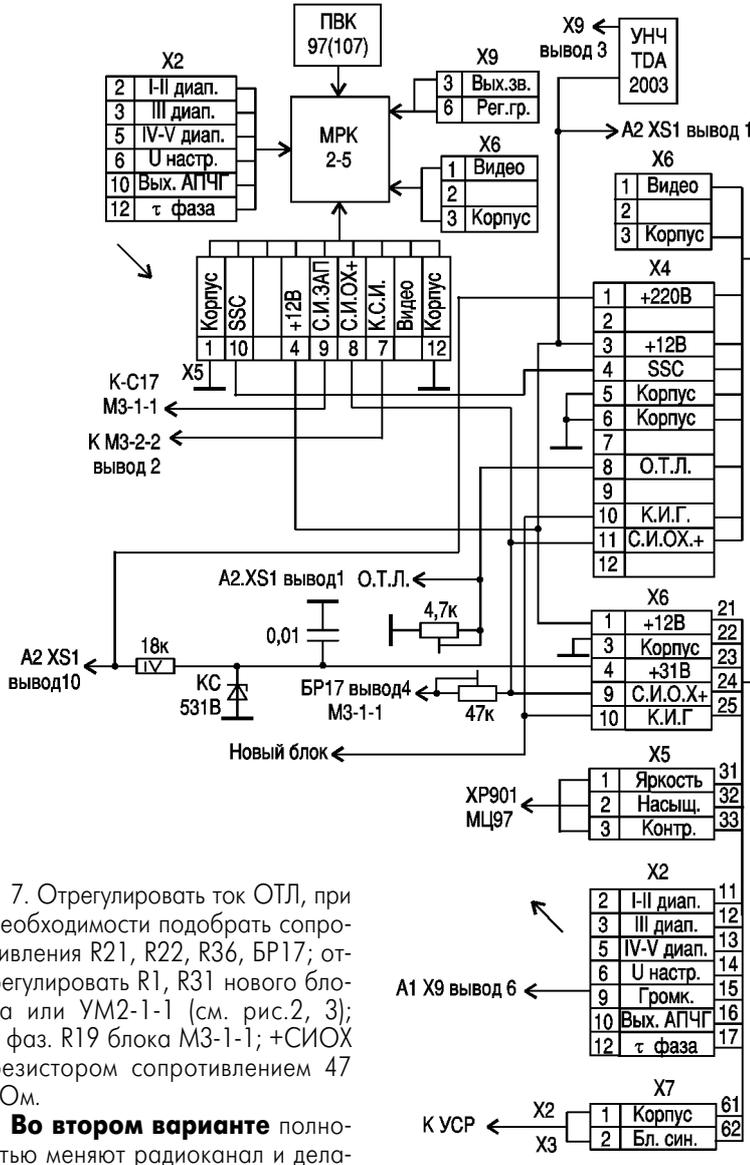

рис. 4
**Во втором варианте** полностью меняют радиоканал и делают некоторые схемные изменения (рис.4). Это немного дороже, но